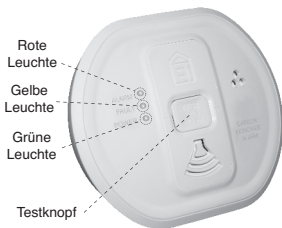

Bild 5
8. Den Testknopf (15 Sekunden nach Montage) drücken, um sicher zu stellen, dass der Warnmelder funktioniert (siehe Bild 5).
Dazu den Testknopf drücken und festhalten (siehe Bild 5) bis der Alarm ertönt (dies kann bis zu 5 Sekunden dauern) und die grüne Leuchtdiode blinkt. (Bei Modellen mit Display zeigt die LCD-Anzeige zusätzlich das Symbol "Status OK" ✓ an.) Der Signalton ertönt zunächst mit verringerter Lautstärke, erreicht aber nach einigen Sekunden die maximale Lautstärke. Der Warmmelder verstummt kurz nachdem der Knopf losgelassen wird.